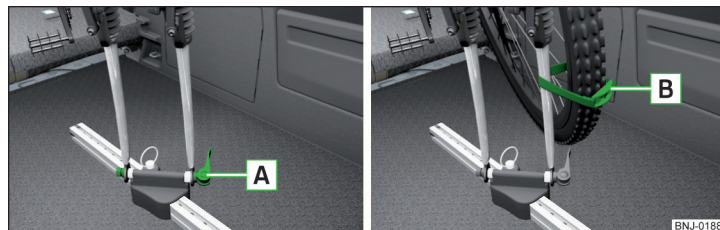

Fig. 113 Isætning af cyklens forgaffel i holderen / Eksempel på fastgørelse af forghjulet
- Løsn snaplåsen **A** » Fig. 113 på holderen, og indstil den pågældende bredde på cyklens forgaffel.
- Fastgør forghjulet til forgafflen » Fig. 113 eller cykelstellet med selen **B**.